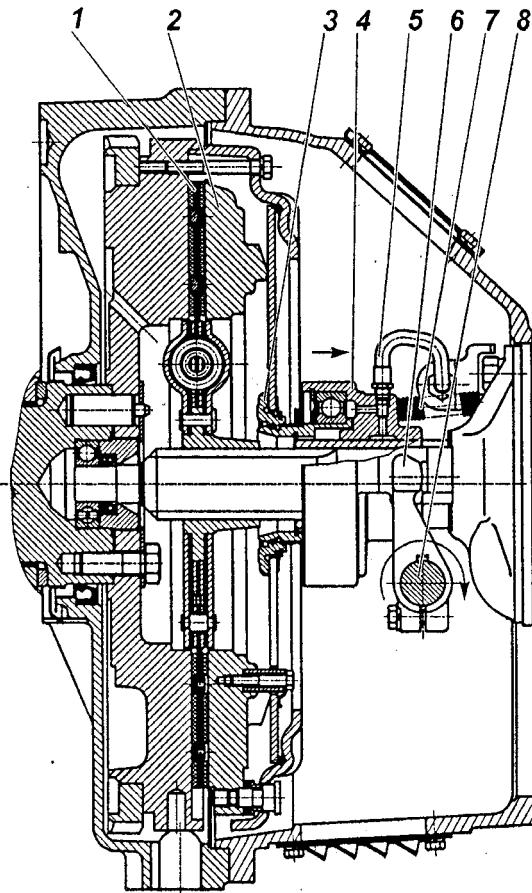
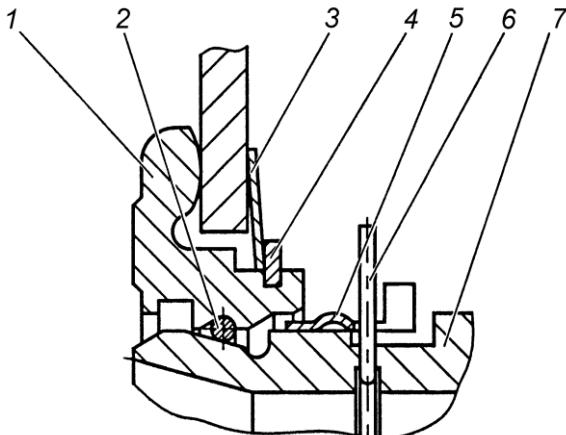

Рисунок 89 – Сцепление:
Рисунок 91 – Запорное устройство:
Диафрагменное сцепление (рис. 89) состоит из ведущих и ведомых частей, а также деталей механизма выключения сцепления, устанавливаемых в картер сцепления.
Механизм выключения сцепления состоит из муфты 4 (рис. 89) с подшипником, вилки 6 и валика 8. Муфта соединена через упорное кольцо 3 с диафрагменной пружиной с помощью запорного устройства.
Оттяжная пружина 7 (рис. 89) исключает проворот и осевые перемещения втулки 7 (рис. 91) относительно упорного кольца 1 (рис. 91). По мере износа фрикционных накладок муфта выключения сцепления 4 (рис. 89) перемещается вместе с пружиной в сторону маховика, при этом конструкция привода выключения сцепления автомобиля или другого транспортного средства обеспечивает поворот вилки 6 (рис. 89) по часовой стрелке после выбора зазора между лапками вилки и муфтой за счет периодической регулировки привода или постепенный поворот за счет конструкции гидропривода.
Конструкция запорного устройства показана на рис. 91. Она включает в себя упорное кольцо 1, втулку подшипника муфты 7 с фасонной канавкой, пружинное кольцо 2 круглого сечения, а также замковое кольцо 5. Упорное кольцо 1 устанавливается на диафрагменную пружину при сборке нажимного диска с кожухом и удерживается за счет пружинной шайбы 3 и стопорного кольца 4. На рисунке муфта заперта (соединенна) с упорным кольцом. Внутри втулки подшипника муфты 7 установлено предохранительное кольцо 6, имеющее снаружи выступающий ус, препятствующий случайному рассоединению муфты выключения сцепления и упорного кольца 1.
Выключение сцепления обеспечивается поворотом вала по часовой стрелке. Допустимое направление перемещения муфты и поворота вала для выключения сцепления показано на рис. 89 стрелками. Перемещение муфты и поворот вала в обратном направлении не допустимо.
- 5 С помощью специальной оправки сцентрировать кольцо 3 (рис. 89) относительно оси коленчатого вала двигателя.
- 2 Убедиться что муфта выключения сцепления отведена до упора в крышку подшипника первичного вала коробки передач пружиной 7 рис. 89.
- 4 Совместить полукруглый паз на муфте выключения сцепления в передней ее части с выступающим усом предохранительного кольца 6 (рис. 91) и, утопив его каким-либо предметом, удерживать в утопленном положении через центральное отверстие муфты выключения сцепления.